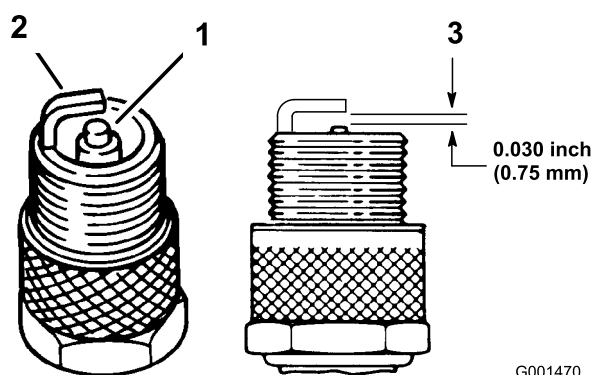

Рисунок 19
2. Проверьте зазор между центральным и боковым электродами (Рисунок 19). Если зазор неправильный, отогните боковой электрод (Рисунок 19).
1. Осмотрите середину каждой свечи зажигания (Рисунок 19). Если вы видите на изоляторе светло-коричневый или серый налет, то двигатель работает должным образом. Черный налет
3. Присоедините провода к свечам зажигания (Рисунок 19).